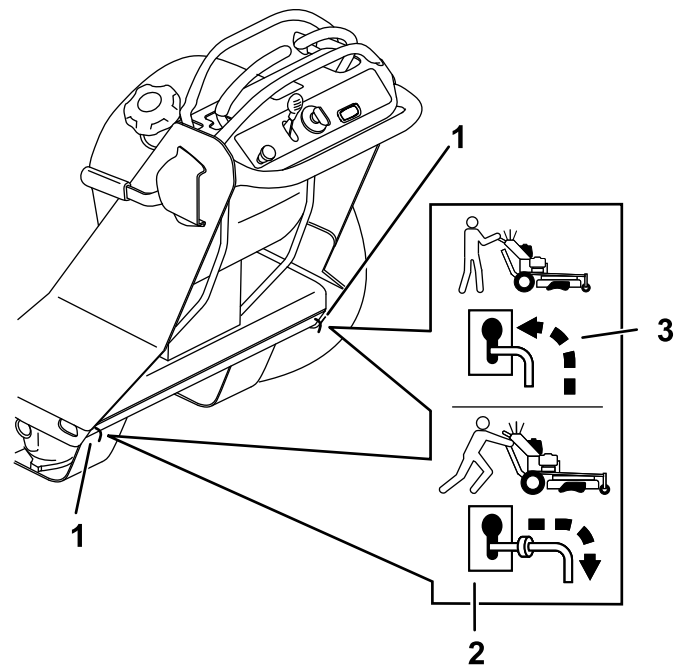

Bild 21
4. Bewegen Sie die Überbrückungshebel nach hinten durch das Schlüsselloch und nach unten, um sie in der Position zu verriegeln (Bild 21).
Bewegen Sie die Überbrückungshebel nach vorne durch das Schlüsselloch und nach unten, um sie in der Position zu verriegeln, wie in Bild 21 dargestellt.